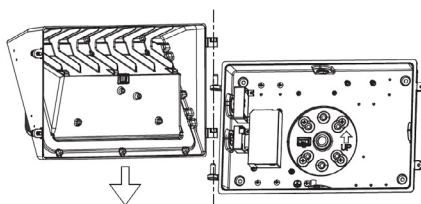
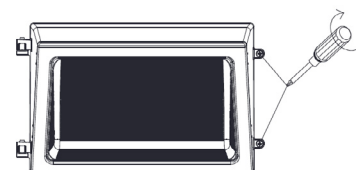

Fig. 2.8
Fig. 2.9
7. Remettre le couvercle avant du luminaire sur la plaque de montage (Fig. 2.8) et resserrer les deux vis sur le côté du luminaire (Fig. 2.9). Ne pas oublier de reconnecter le connecteur rapide déconnectable avant de fermer le luminaire.